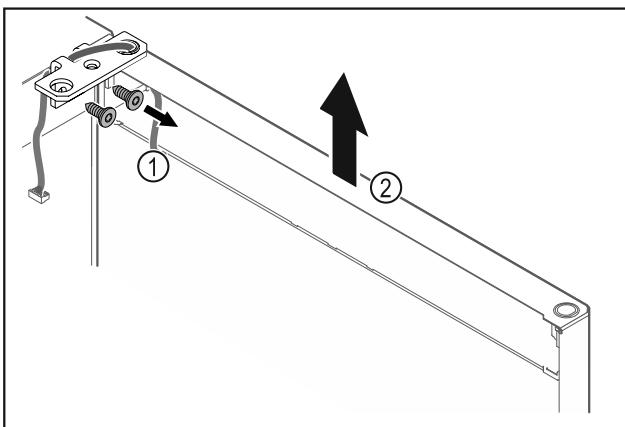

Fig. 20
- Odskrutkujte uholník závesu Fig. 20 (1).
- Zdvihnite dvere vrátane uholníka závesu Fig. 20 (2) cca 200 mm nahor a odoberte ich.